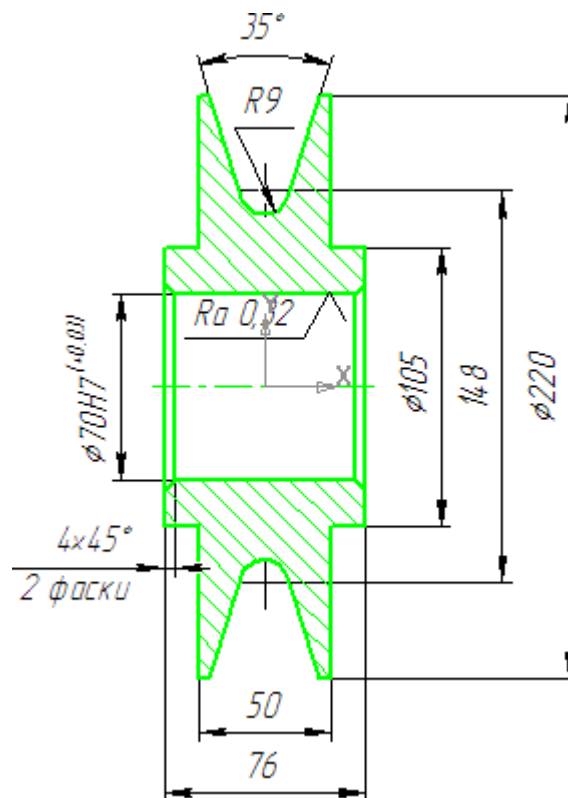

Рисунок 8.
- Создайте из выделенных объектов макроэлемент (рис. 8).